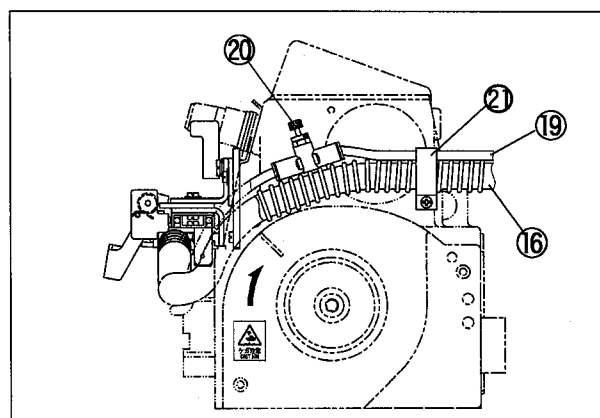

図8
- (9) エアパイプ⑮とホース⑮をコードクランプ⑮で束ねて、ミシンフレーム側面に固定する。(図8 参照)